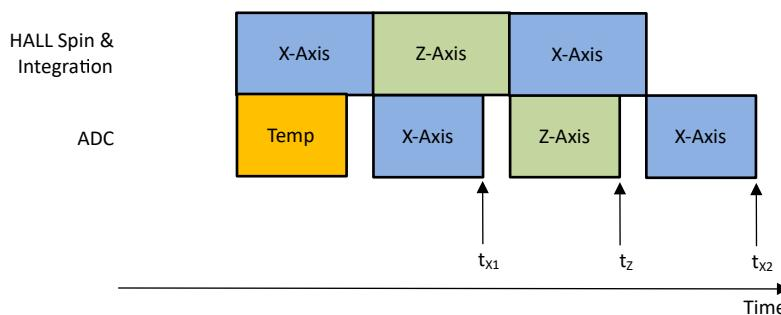

図 8-3. XZX 磁界変換
絶対角度測定では、正確な角度を計算するには、複数の軸からのアプリケーション センサ データが必要です。同じシグナル チェーンを使用して異なる時間に収集された磁界データは、角度計算に誤差を生じさせます。TMAG3001 は、疑似同時サンプリング データ収集モードを備えているため、この誤差を除去できます。図 8-3 に、MAG\_CH\_EN が BH に設定されて XZX モードを収集する例を示します。式 12 は、X センサと Z センサのデータのタイム スタンプが同じであることを示しています。
- $t_{X1}$ 、 $t_Z$ 、 $t_{X2}$  は、図 8-3 で定義されているように、X、Z、X センサのデータ完了のタイム スタンプです。